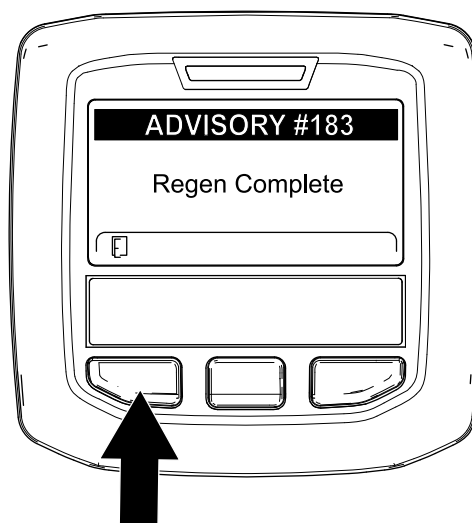

Figura 66
9. Cuando el ordenador del motor finaliza una regeneración con la máquina aparcada o una regeneración de recuperación, el InfoCenter muestra ADVISORY #183 (Aviso n.º 183) (Figura 66). Pulse el botón de la izquierda para salir a la pantalla de inicio.
Nota: Si la regeneración no se realiza correctamente, el InfoCenter muestra Advisory #184 (Aviso n.º 184) (Figura 66). Pulse el botón de la izquierda para salir a la pantalla de inicio.